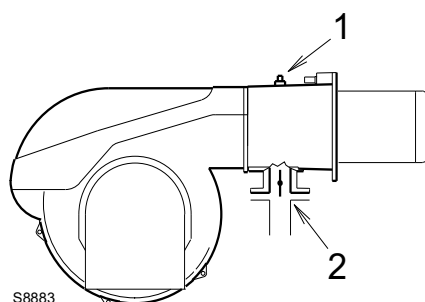

Fig. 18
Pressione del gas misurata alla presa 1)(Fig. 18), con:
Per calcolare la pressione del gas richiesta alla presa 1)(Fig. 18) impostare la potenza MAX richiesta dal funzionamento del bruciatore:
- Leggere la pressione alla presa 1)(Fig. 18).
pressione necessaria alla presa 1)(Fig. 18).